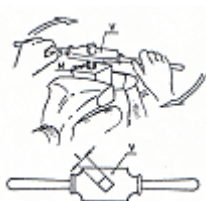
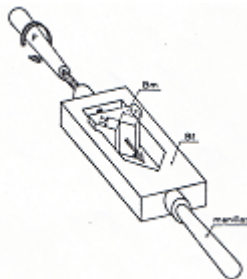

Fig. 8
Fig. 9
Los hay fijos **fig. 8**, pero los más corrientes son los regulables **fig. 9**, adaptables a varias medidas, ya que la boca móvil (Bm) puede desplazarse al girar la manilla (P).